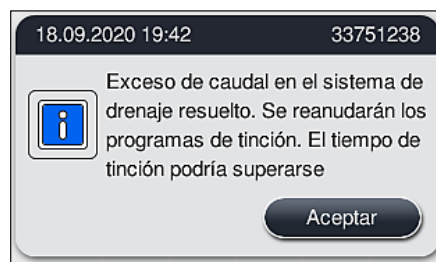

Fig. 121
- ✓ Si el agua bloqueada drena, se muestra otro mensaje en la pantalla (→ "Fig. 121") para informar al usuario que los programas de tinción pueden continuar. Pulse **Aceptar** (→ "Fig. 121") para continuar.
1. Si los nuevos intentos de limpieza tienen éxito y puede eliminarse el bloqueo, el nivel del agua cae por debajo del nivel crítico. Un mensaje en la pantalla (→ "Fig. 121") informa al usuario que los programas de tinción pueden continuar. Pulse **Aceptar** (→ "Fig. 121") para continuar. Se muestra qué programas pueden iniciarse, y los programas del proceso continúan automáticamente.